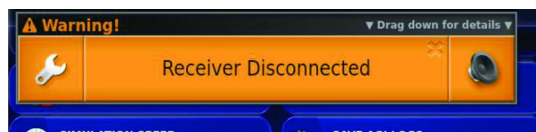

Рисунок 210
**Примечание:** Кратковременно появится предупреждающее сообщение об отсоединении приемника (Рисунок 210).